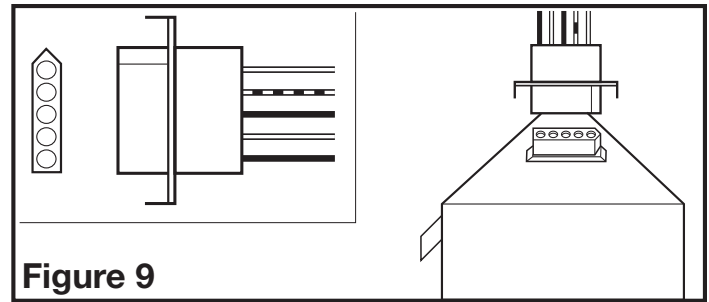

Figure 9
3. Brancher le cordon à raccordement rapide dans le réceptacle. Ce cordon ne s'ajuste que d'une seule façon dans le réceptacle (**Figure 9**).